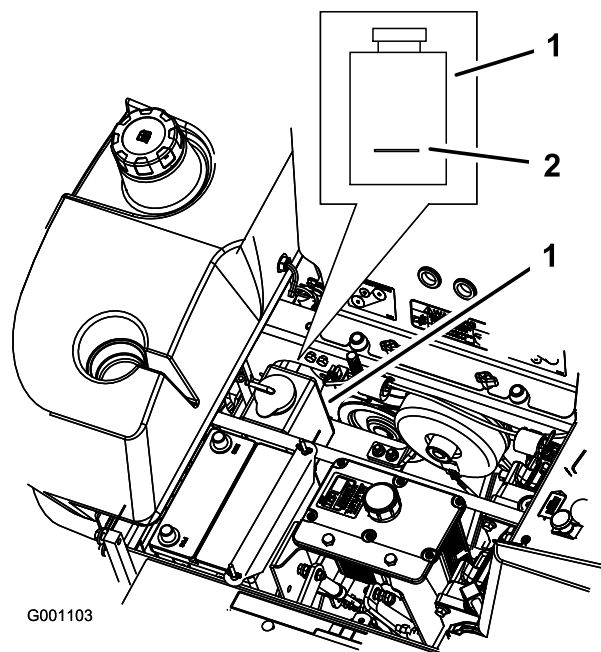

Figura 83
3. A motore freddo, controllate il livello della bottiglia di troppopieno. Il fluido deve raggiungere la sporgenza all'esterno della bottiglia di troppopieno (Figura 83).
4. Se il livello del refrigerante è basso, rabboccate la bottiglia di troppopieno con una miscela di 50% antigelo a lunga durata/DexCool® e 50% acqua (Figura 83).
5. Versate la miscela refrigerante 50/50 nella bottiglia di troppopieno e riempite fino alla linea tracciata sulla bottiglia (Figura 83).